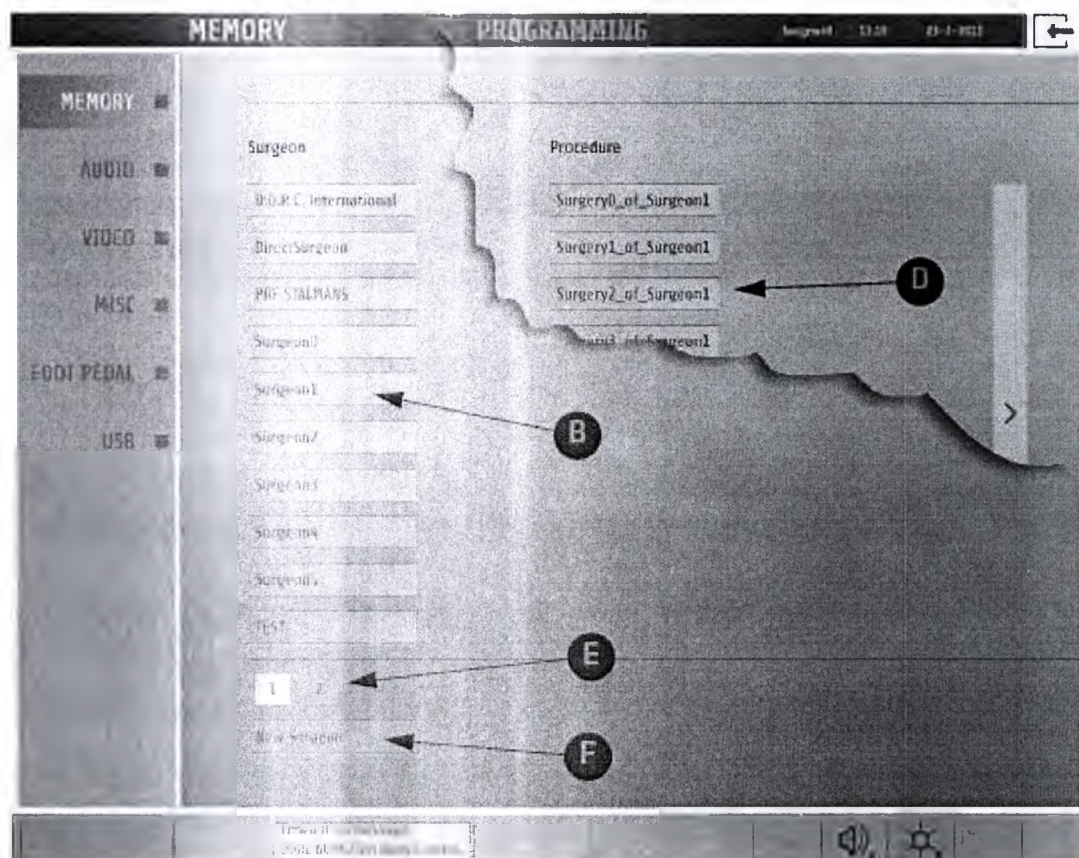
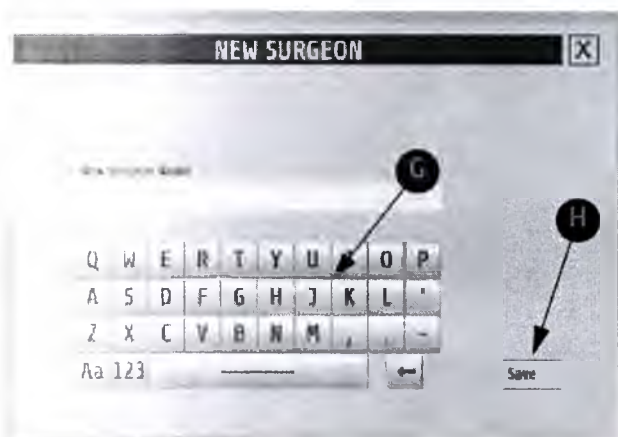

Рис. 122: Меню системных настроек
Рис. 124: Новый хирург
2. Подтвердите на всплывающем меню YES. Появляется экран, представленный на рис. 122, биз. 140.
1. Прикоснитесь к имени хирурга [B] (рис. 122).
1. Прикоснитесь к надписи NEW SURGEON [F] (рис. 122). Появляется всплывающее окно (рис. 124).